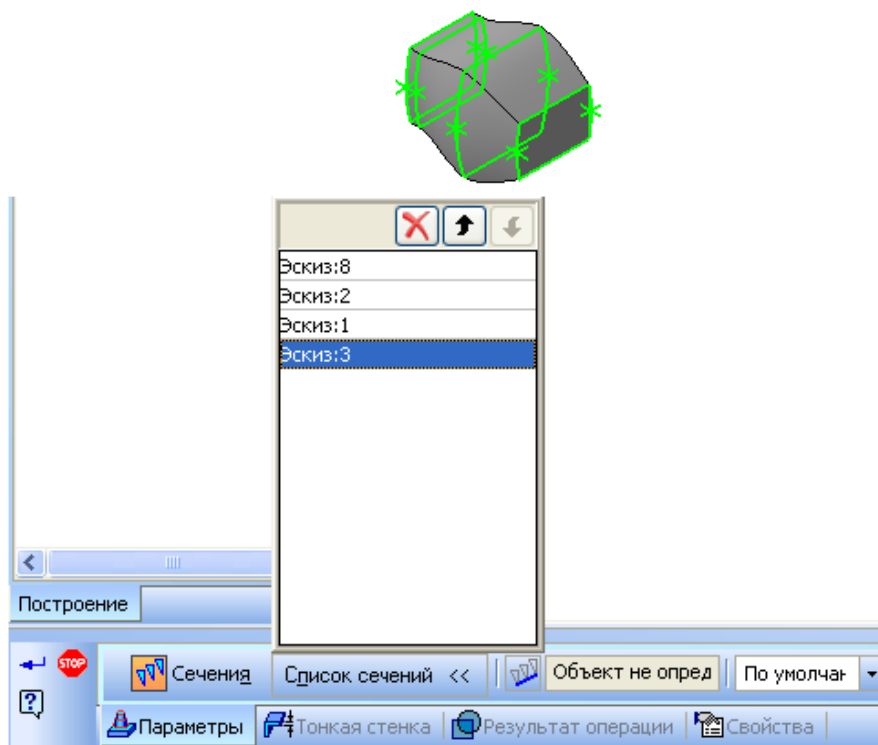

Рис. 11.12. Операция по сечениям эскиза 8,2,1,3
11. Выберите команду **Редактирование детали**  $\Rightarrow$ **Операция по сечениям** . Укажите последовательно эскизы 8, 2, 1, 3. Завершите команду. Получите модель средней части молотка (рис. 11.12)